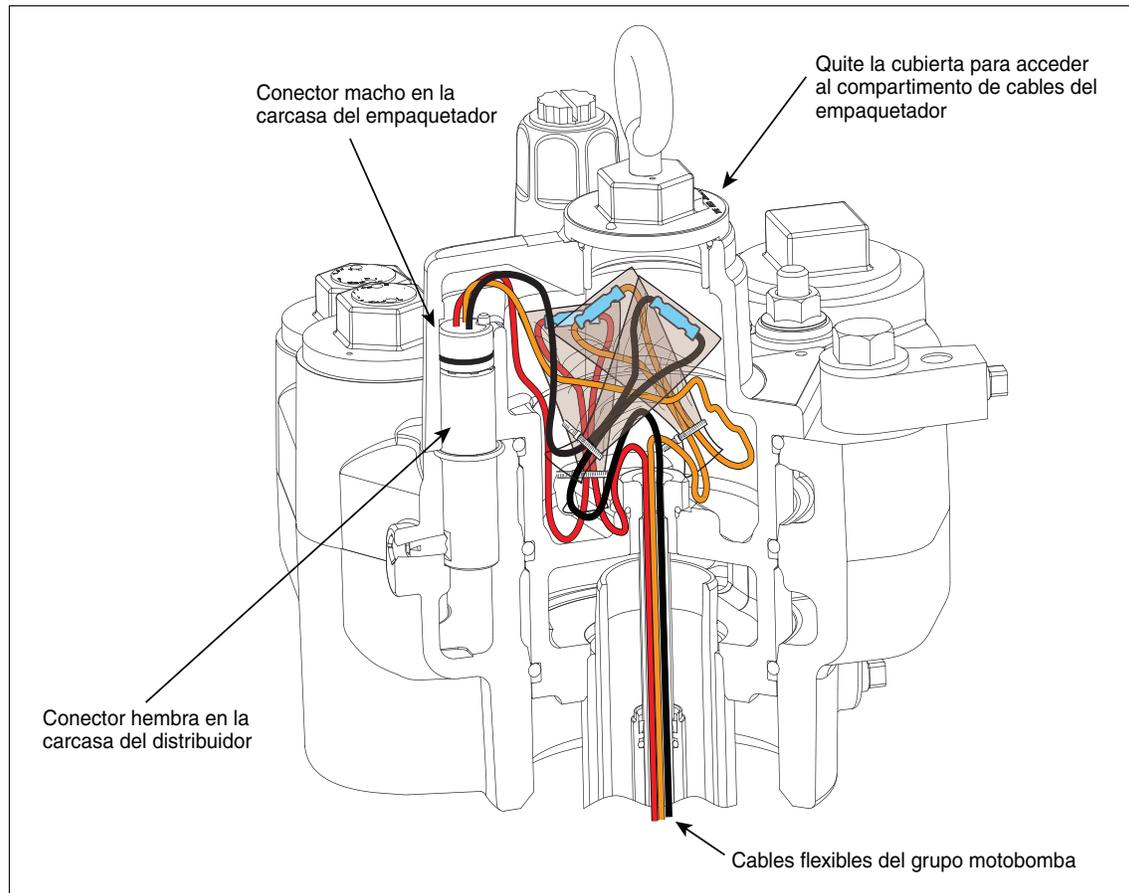

Figura 13. Conexión del grupo motobomba al cableado del empacetador
16. Cuando termine de sellar los cables, enrólloslos dentro del compartimento de cables del empaquetador de la forma más ordenada posible (véase la Figura 13). Para mayor claridad, los paquetes epoxidicos se muestran transparentes.